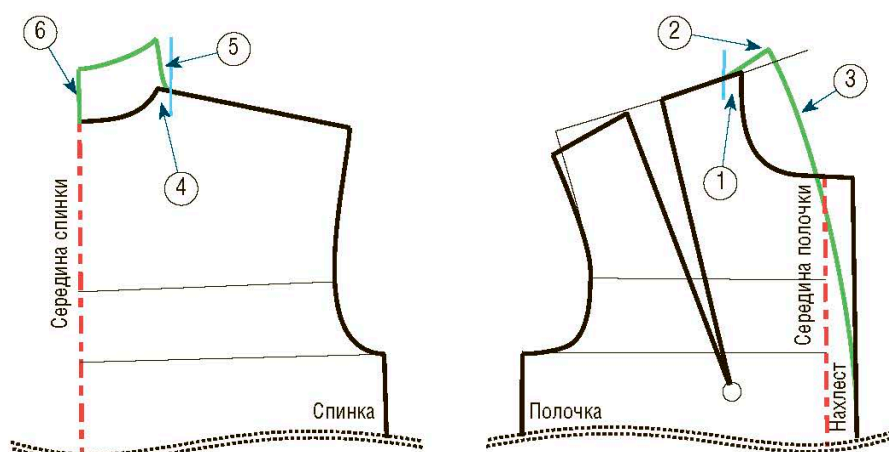

Рис. 3
Прежде чем продолжить внесение изменений в базовую выкройку, нужно обозначить воротник-стойку на вырезе горловины на полочке и на спинке. Поскольку застежки впереди нет, воротник можно изобразить на базовой выкройке горловины на спинке. На середине полочки добавьте нахлест шириной 2–3 см, обозначив его линией, параллельной линии середины полочки (рис. 3).
- ① Удлините линию плеча на краю выреза при помощи прямой линии, затем начертите вертикальную линию в 0,5–1,5 см от края выреза (голубая линия на рисунке). Ее длина зависит от расположения воротника (ближе к шее или дальше от нее). При очень маленьком расстоянии (до 1 см) воротник окажется совсем близко к шее; в то же время если мы увеличим это расстояние до 1,5 см и более, то воротник будет отстоять дальше от шеи.
- ② Для начала определитесь с высотой воротника. Как правило, она не превышает 6 см, потому что если она будет больше, то воротник будет заминаться на уровне основания шеи. Для представленного здесь фасона высоты в 4 см вполне достаточно. Обозначьте эту мерку, начиная от голубой вертикальной линии, а потом, на краю, отодвиньте ее на 1 см по отношению к продленной линии плеча (обозначено зеленым на рис. 3).
- ③ Начиная от края высоты воротника, начертите желаемую форму края воротника, соединив с линией нахлеста на уровне груди (зеленая изогнутая линия на рисунке).
- ④ С вырезом на спинке нужно проделать ту же операцию, которую вы делали на этапе 1 построения воротника на выкройке полочки.
- ⑤ Обозначьте ту же высоту воротника, что и впереди, отступив в его верхней части 1 см от вертикальной голубой линии (на рисунке обозначено зеленым).
- ⑥ Закончите построение, продлив линию середины спинки на высоту воротника, затем начертите край воротника, соединив конец средней линии с концом линии плеча.